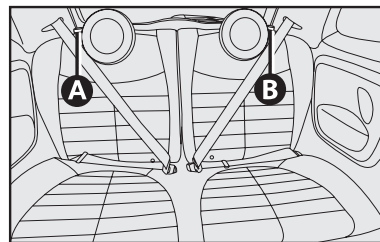

fig. 56
- actuar el botón **A** o **B-fig. 56** para destrabar la parte izquierda o derecha del respaldo y acompañarlo sobre el asiento.
- actuar en el botón **A** y **B-fig. 56** para destrabar la parte izquierda y derecha del respaldo y acompañarlo sobre el asiento.